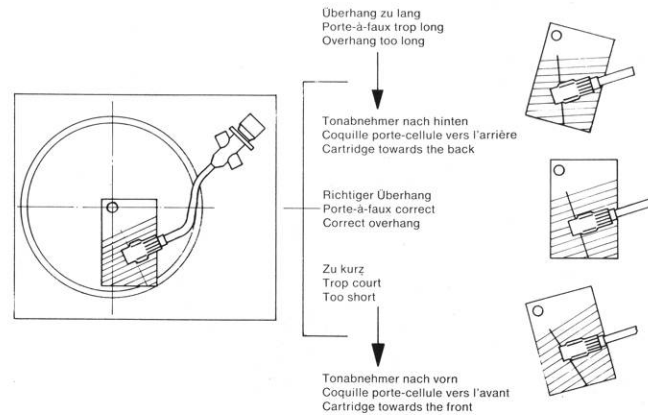

Fig. 21
1. Klappen Sie den Nadelschutz (22) zurück, damit die Nadel frei wird.
5. Überprüfen Sie, ob der Tonarmkopf parallel zu den dicken Linien der Nadeleinstellehre steht, wie in der Abbildung 21 gezeigt. Steht er parallel, ist der Nadelüberhang richtig eingestellt.